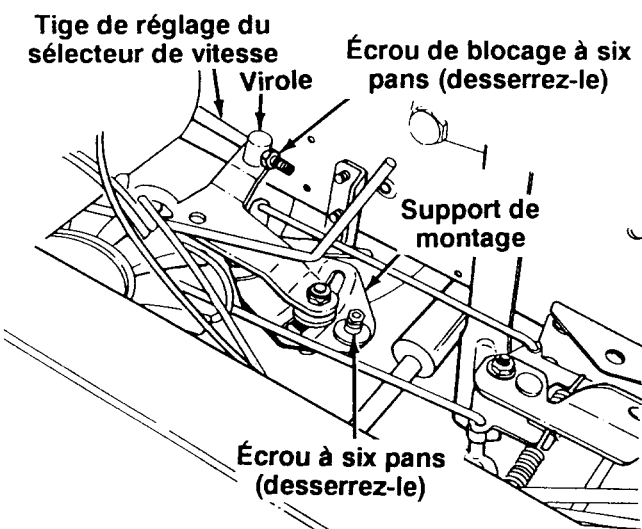

Figure 15
3. Desserrez l'écrou de blocage à six pans sur la tige de réglage du sélecteur de vitesse. Voir la figure 15.
4. Desserrez l'écrou à six pans sur le support de montage. Voir la figure 15.